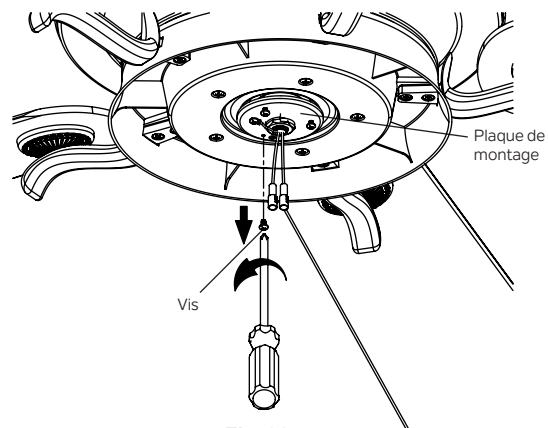

Fig. 22
Étape 1. Retirez la vis marquée d'une étiquette marron à points sur la plaque de montage et conservez-la pour une utilisation ultérieure. Desserrez les deux autres (ne les retirez pas). (Fig. 22)